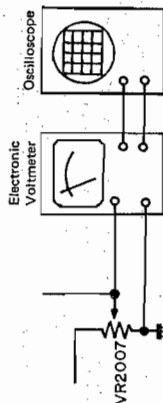

Figure 35-1
1. Connect instruments as shown in Fig. 35-1.
1. Die Instrumente gemäß Abb. 35-1 anschließen.
1. Brancher les instruments comme cela est indiqué dans Fig. 35-1.